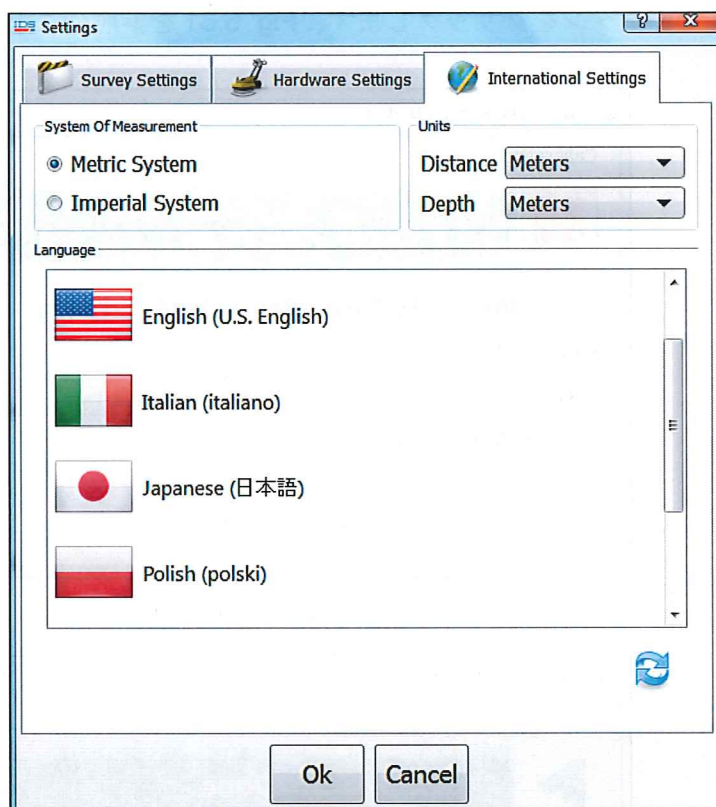

Fig. 5.32 – 国際設定
**International Settings** メニューにより、ユーザーは言語、測定システム及び単位を選択することができます(Fig. 5.32)。